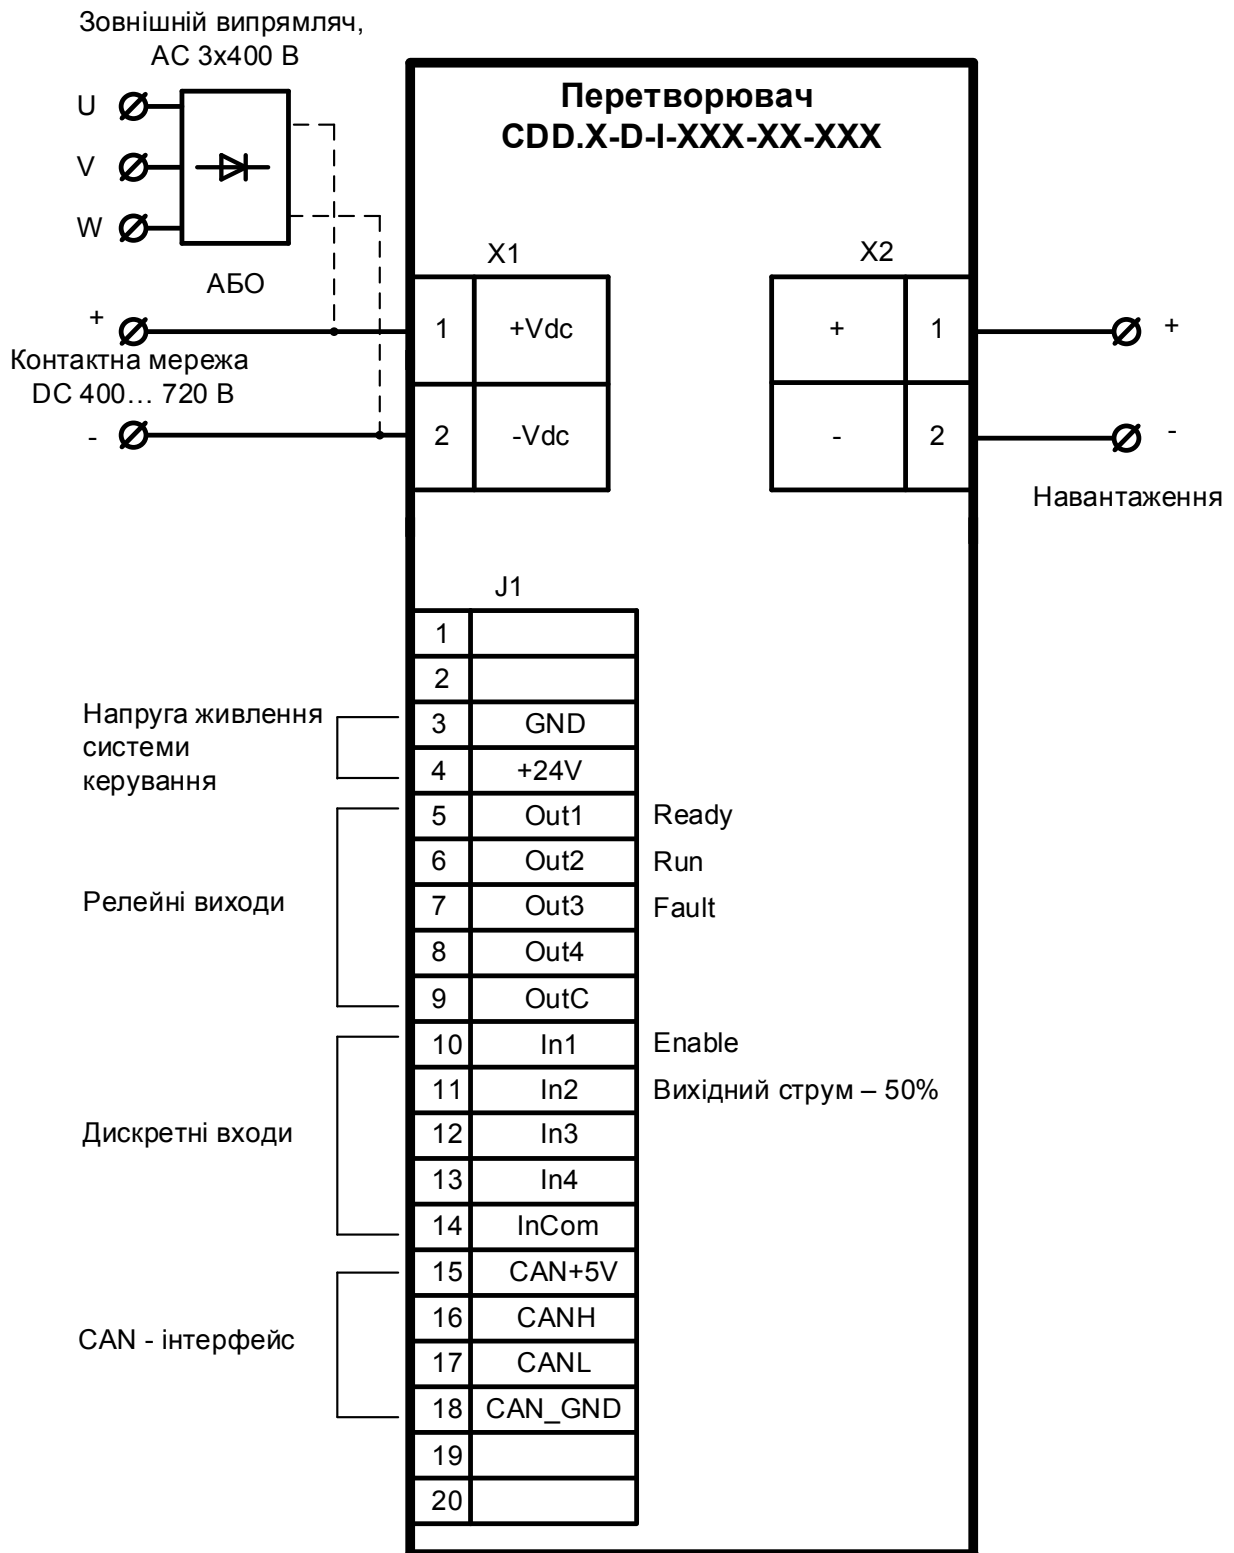

Рисунок 4.1 – Схема підключення живлення та споживача до перетворювача
4.3.4 Підключити до роз'єму J1 (рисунок 4.1) систему сигналізації та керування перетворювачем. Опис сигналів на роз'ємі J1 приведено в Додатку Б. Поперечний переріз провідників, що підводяться до роз'єму J1 повинен бути не більше, ніж 0,75 мм².
4.3.5 Підключити провідники від джерела живлення (контактна мережа чи від зовнішнього випрямляча) до вихідного роз'єму X1 на панелі перетворювача (рисунок 4.1), з поперечним перерізом провідника не менше ніж 10 мм².
4.3.6 Підключити провідники від споживача (батареї) до вихідного роз'єму X2 на панелі перетворювача (рисунок 4.1), з поперечним перерізом провідника не менше ніж 10 мм². **Увага – слідкуйте за полярністю!**